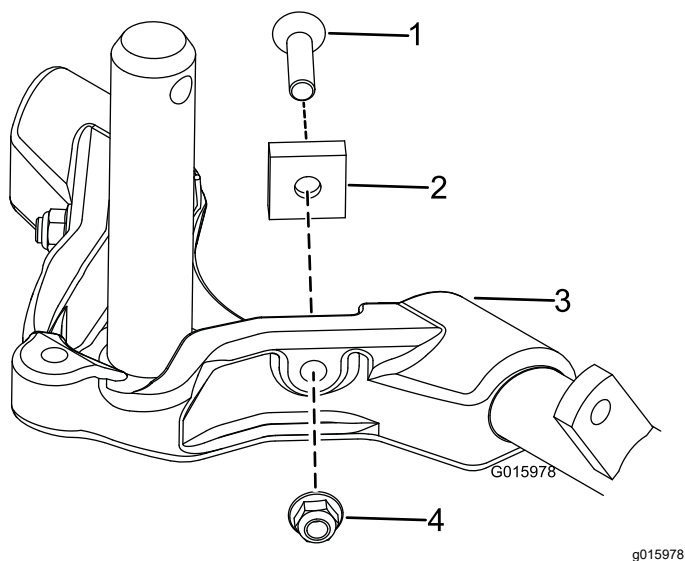

**Figure 14**
**Important:** Sur le plateau n° 4 (avant gauche) ou n° 5 (avant droit), utilisez les écrous de fixation du support de tige pour monter les guides de flexible devant les pattes du plateau de coupe. Les guides de flexible doivent être inclinés vers le plateau de coupe central (Figure 12 à Figure 14).